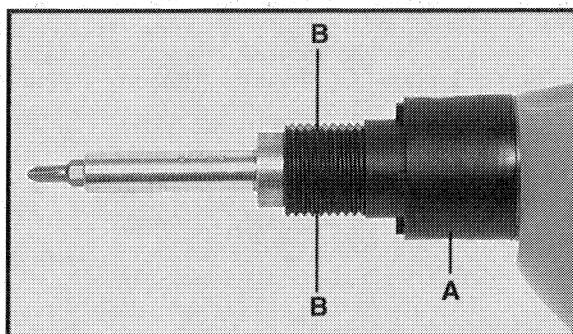

Fig. 6
Según el uso o desgaste, hay que examinar periódicamente las mordazas (quijadas) del embrague. Usted puede hacerlo quitando la caja del dispositivo del desatornillador (desarmador), (A) Fig. 6, del impulsor.
**TOME NOTAS:** La caja de embrague está montada en el impulsor con **rosca zurda** (cuerda izquierda). Al quitar el ensamble de tope de profundidad se pueden ver unos "planos" para llave, (B) Fig. 6, en la caja de embrague. Estos permiten el uso de una llave para ayudar a remover la caja de embrague.